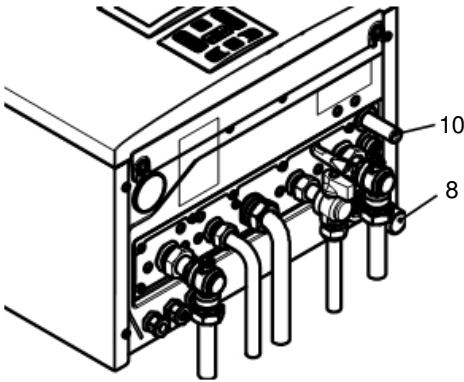

Figura 5.4
- **Conectar la descarga de la válvula de seguridad 10 en la Figura 5.4 a un cono de desagüe.**
- Introduzca el tubo flexible de descarga de condensado 8 (Figura 5.4) en el conducto de desagüe de condensado doméstico o en el embudo de descarga de la válvula de seguridad, siempre que el desagüe sea apto para recibir condensado ácido.